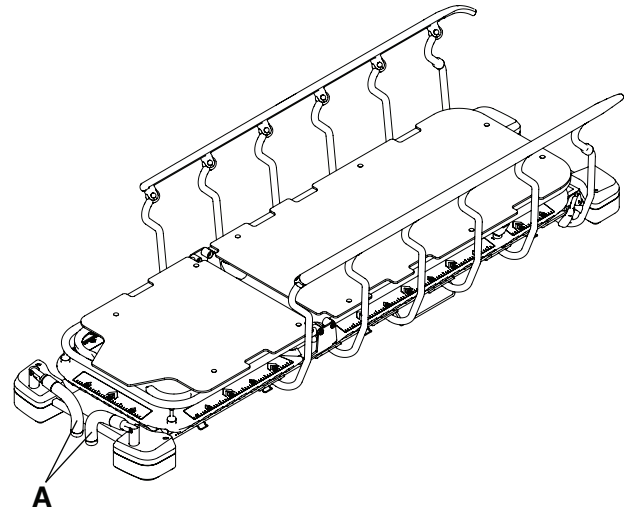

Figure 7 – Rangement des poignées de poussée du côté tête
4. Inverser les étapes pour ranger les poignées de poussée du côté tête (A) (Figure 7).